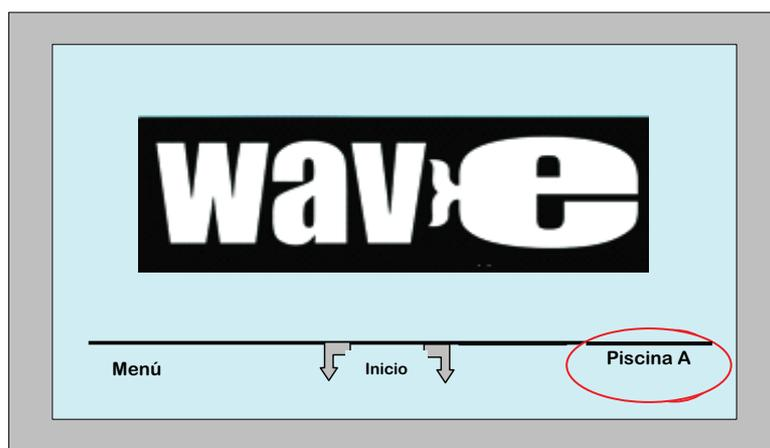

Figura 9: Tela Wave que mostra a Piscina A como a configuração padrão
1. A partir da tela *Wave*, pressione a configuração de piscina atualmente exibida do lado direito da tela (veja a Figura 9) para abrir a tela *Pool Profile* (Perfil da tela).
1. Vá para a tela *Wave*. "Pool A" aparece como a configuração atualmente definida conforme mostra a Figura 9.